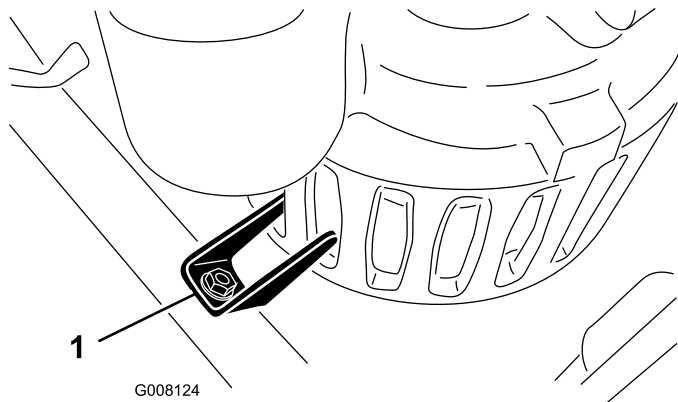

Bild 16
13. Setzen Sie die Pumpe in den Rahmen und schieben Sie sie nach vorne, bis die Arretierlasche in die Schlitz an der Pumpe passt (Bild 16).